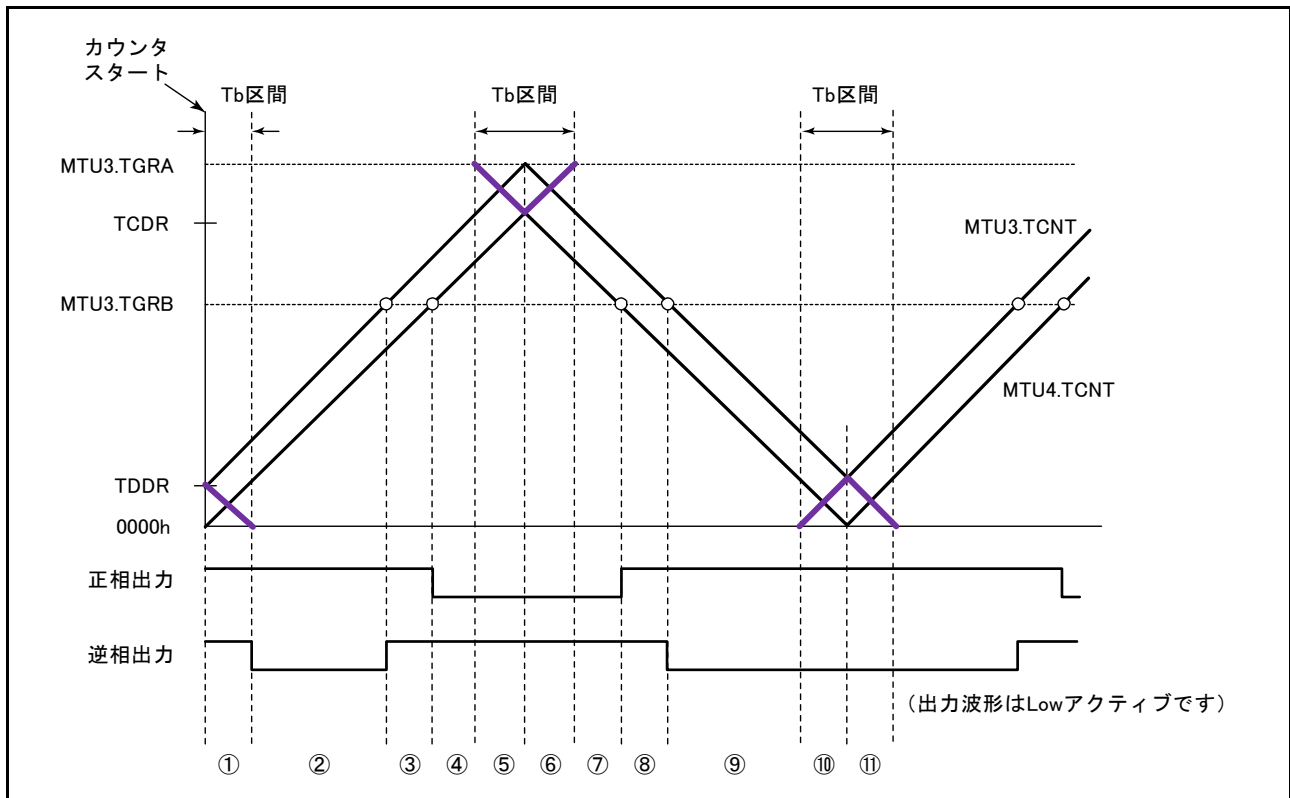
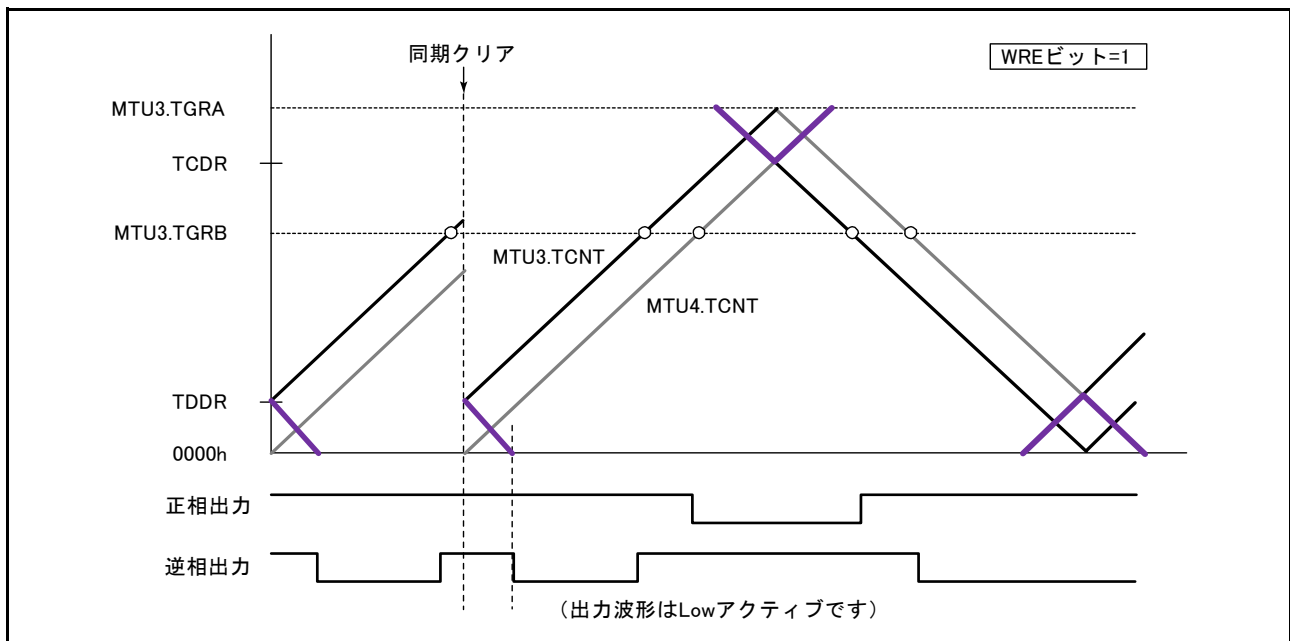
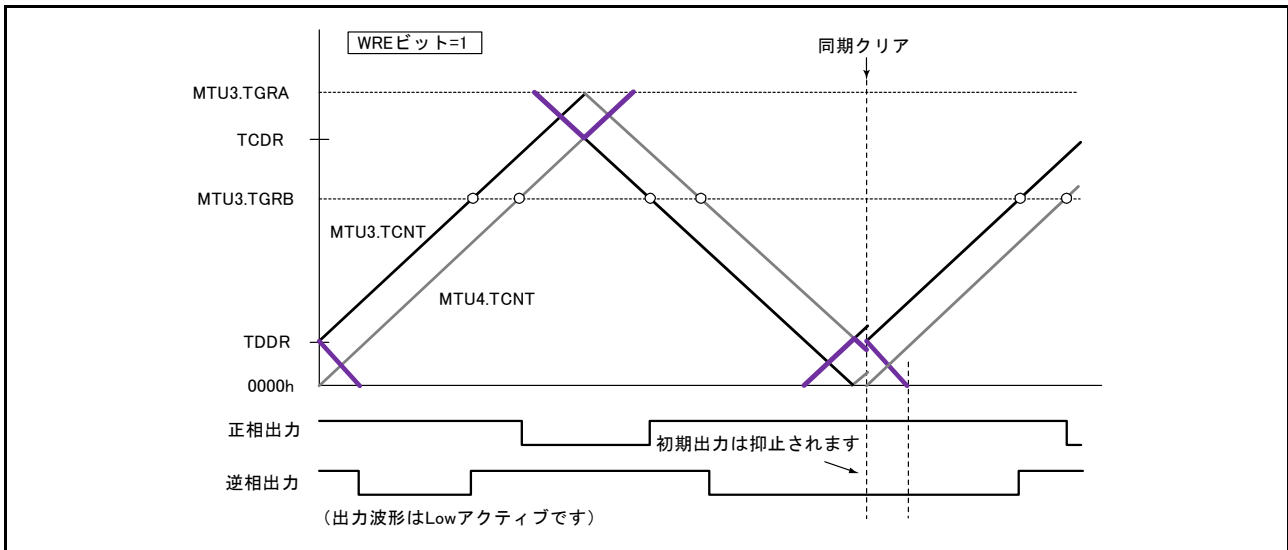

図 23.56 同期カウンタクリアタイミング
図 23.58 アップカウント中のデッドタイム時に同期クリアが発生した場合 (図 23.56 のタイミング③、MTU の TWCR レジスタの WRE ビット=“1”)
図 23.61 谷のTb区間で同期クリアが発生した場合
WRE ビットを“1”に設定することで初期出力を抑止することができるのは、同期クリアが図 23.56 の⑩、⑪のような谷の T_b 区間に入ってきたときのみです。それ以外のタイミングで同期クリアが起こった場合は、TOCR1 レジスタの OLSN、OLSP ビットで設定した初期値が出力されます。また、谷の T_b 区間であっても、図 23.56 の①で示すカウンタスタート直後の初期出力期間で同期クリアが起こった場合には、初期出力の抑止は行いません。
図 23.58 ~ 図 23.61 に、TWCR の WRE ビットを“1”に設定した状態で MTU を相補 PWM モード動作させ、同期カウンタクリアをした場合の動作例を示します。ここで、図 23.58 ~ 図 23.61 の同期カウンタクリアのタイミングは、それぞれ図 23.56 の③、⑥、⑧、⑪で示したタイミングです。
(図 23.56 のタイミング⑥、MTU の TWCR レジスタの WRE ビット=“1”)
(図 23.56 のタイミング⑧、TWCR レジスタの WRE ビット=“1”)
(図 23.56 のタイミング①、TWCR レジスタの WRE ビット = “1”)